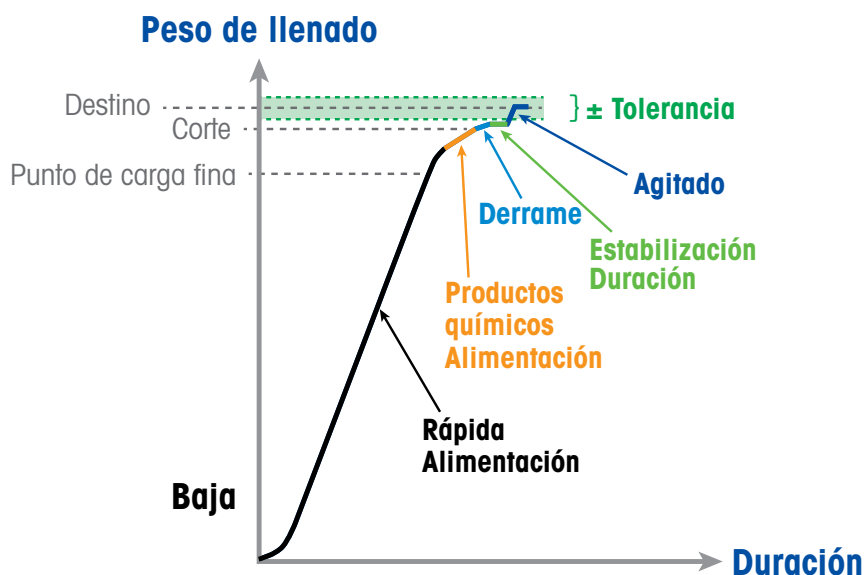

Figura 25: operación de llenado de dos velocidades
- En la figura 25 se sugiere un modo para solucionar el dilema de velocidad frente a precisión. Puede llenar la mayoría del depósito a alta velocidad y con poca precisión y al final cambiar a un sistema de poca velocidad y alta precisión. En otras palabras, usar un llenado a dos velocidades, como se describe con más detalle a continuación. No hay problemas si se llena la mayoría del depósito con poca precisión, siempre que se frene a tiempo para finalizar con alta precisión. Este ha sido el enfoque habitual para conseguir un equilibrio aceptable entre velocidad y precisión durante el llenado, y se usa con frecuencia en la actualidad.
La figura 25 es una gráfica donde se compara el peso de llenado con el tiempo que dura una operación convencional de llenado de dos velocidades. Algunos o todos estos elementos pueden formar parte de una operación de llenado típica, según la precisión que se requiera. En la parte superior se muestra un objetivo de peso de llenado con banda de tolerancia máxima y mínima. El ciclo de llenado se puede dividir en varias fases, como se indica. Cuando se activa el cargador por primera vez, el flujo de material tarda un tiempo en alcanzar la estabilidad en la fase de carga rápida, que supone la mayor parte del tiempo de llenado y del peso. Después, hay fases adicionales que afinan el peso de llenado para garantizar que se encuentra dentro de los valores de tolerancia. Los diferentes términos se explican a continuación con más detalle.